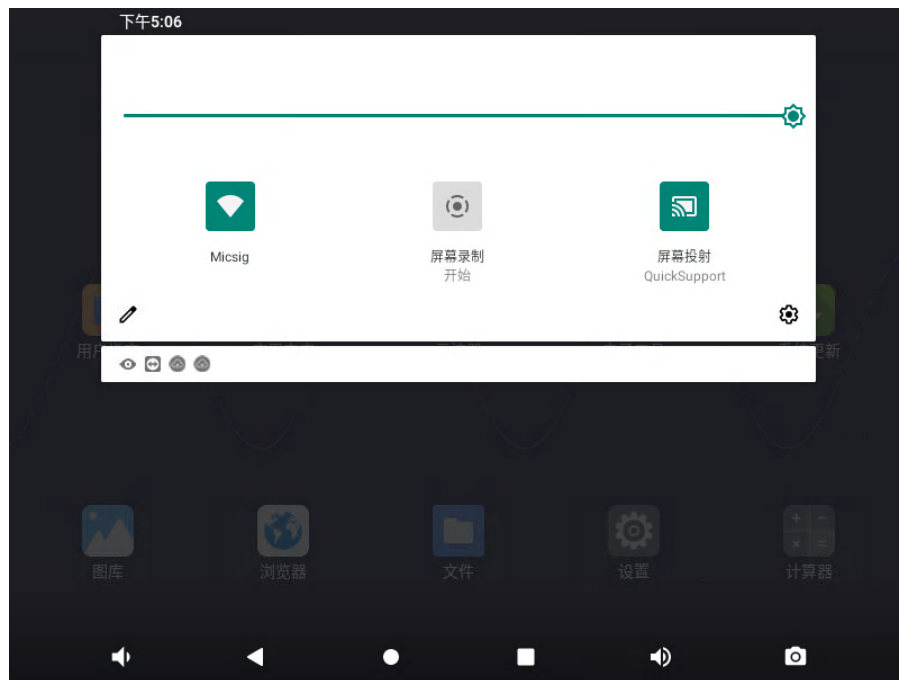

图9-3 视频录制打开方式
- 2) 轻点  频谱类型“线/分贝”，打开 FFT 窗口（见图 9-3 FFT 窗口）。